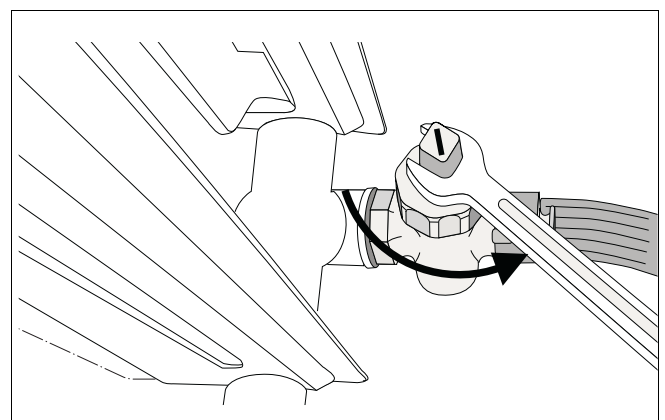

Fig. 101 Goliți instalația de încălzire
- Evacuați agentul termic din cel mai adânc punct al instalației de încălzire cu ajutorul robinetului de umplere și de golire sau al caloriferului (Fig. 101). Aerisitorul (automat) din cel mai înalt punct al instalației de încălzire/al caloriferului trebuie să fie în acest timp deschis.